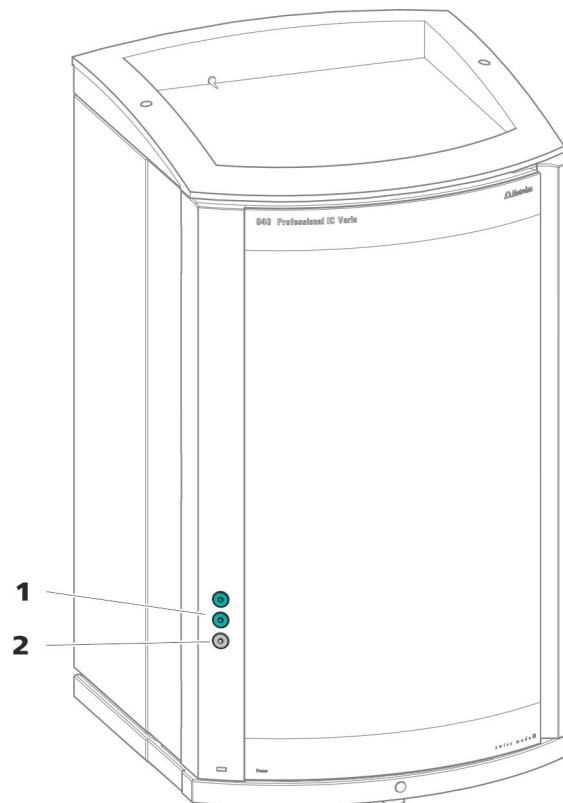

Figura 3 Orificios de paso en la puerta
- orificios en la puerta (véase figura 3, página 10)